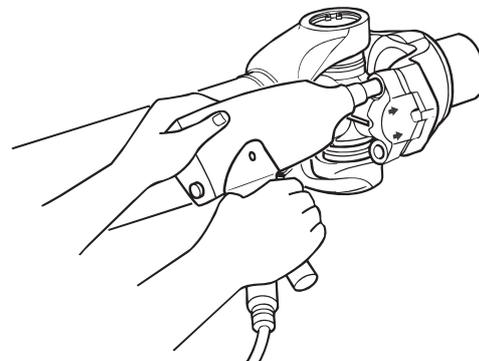

Figura 4.1
2. Use um soquete de 12 pontos para soltar os quatro parafusos (1 / 2 x 20 polegadas), localizados no garfo final soldado do sistema de transmissão. Figura 4.1.